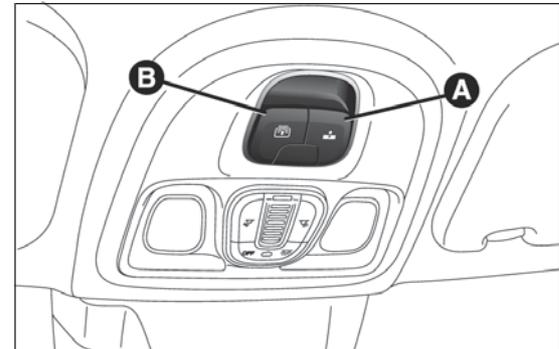

fig. 72
Pulsar el botón A fig. 72: el panel de cristal delantero se colocará en la posición “spoiler”.
Desde la posición de apertura completa, pulsar el botón A fig. 72: el panel de cristal delantero se colocará en la posición “spoiler”.
Pulsar el botón B fig. 72: la cortina se moverá hacia la parte trasera del vehículo, hasta la posición de apertura completa.
- pulsar el botón A fig. 72 en posición de cierre;